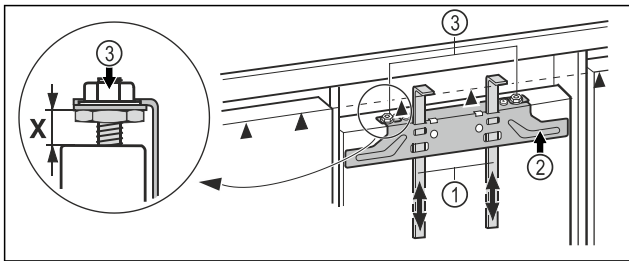

Fig. 44
- ▶ Montažni pripomoček Fig. 44 (1) pritisnite na višino vrat pohišva. Spodnji omejevalni rob ▲ montažnega pripomočka = zgornji rob vrat pohišva, ki jih montirate.
- ▶ Pritrdilni prečnik Fig. 44 (2) odvijte nad protimatico Fig. 44 (3).